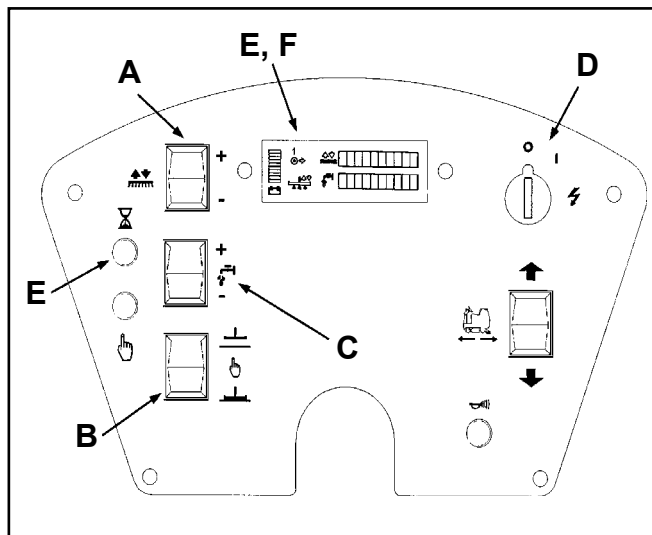

Figura 1
**Interruptor de llave On/Off (encendido/ apagado) (Consulte la figura 1, Elemento D)**
**Interruptor de cepillo Arriba /Abajo (Consulte la figura 1, Elemento A)**
**Interruptor de escobilla de goma Arriba /Abajo (Consulte la figura 1, Elemento B)**
**Cuentavueltas calibrado en horas de trabajo (Consulte la figura 1, Elemento E)**
**Medidor de carga de la batería (Consulte la figura 1, Elemento F)**
**Control de flujo de solución (Consulte la figura 1, Elemento C)**